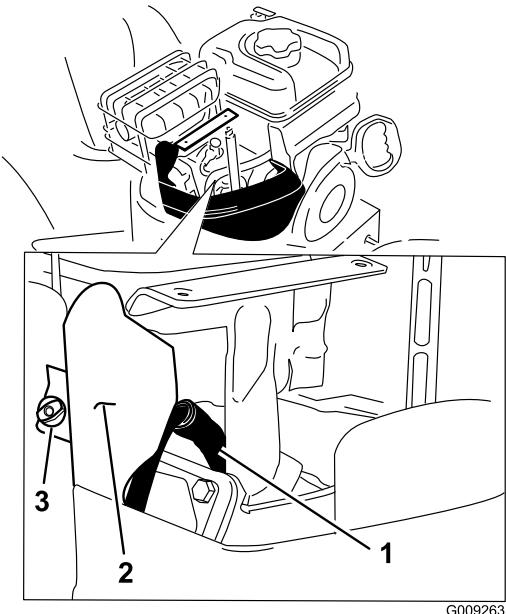

Figure 47
4. Enlevez les vis à oreilles du support et le support (Figure 47).
- 5. Nettoyez la surface autour de la base de la bougie (Figure 47).